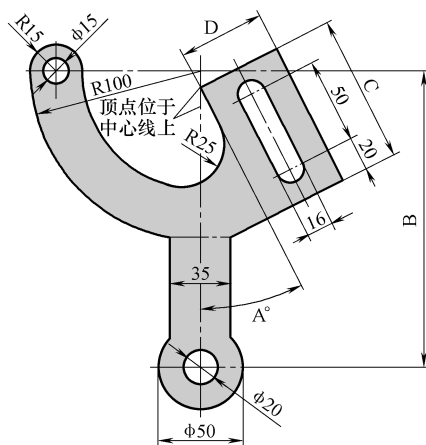

图 A-6 练习题 6
6. 参照图 A-6 绘制图形, 注意图中圆弧的相切、对称、同心、水平、重合等几何关系。请问图形中深色区域的面积是多少?